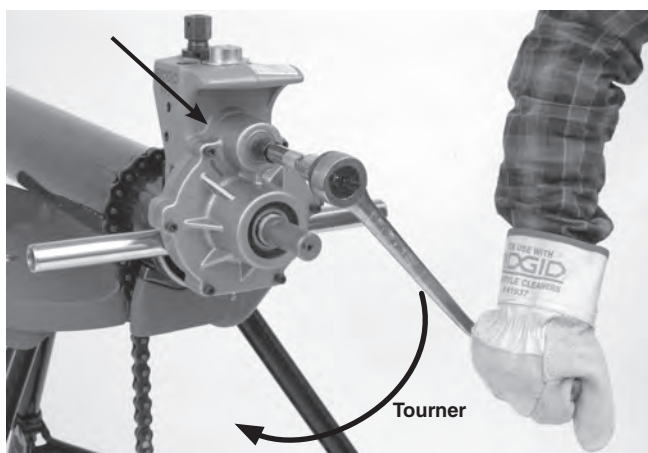

Figure 17 – Tourner la clé à cliquet en direction des flèches
5. Tournez la clé en sens horaire (vue depuis l'arrière de la rainureuse) suivant les flèches gravées au dos de la rainureuse (*Figure 17*). Lorsque la rainureuse tourne autour du tuyau, assurez-vous que son carter avant reste en contact avec l'extrémité du tuyau. Si la rainureuse commence à s'éloigner du tuyau, arrêtez de faire tourner la clé à cliquet pour éviter que la rainureuse se mette en spirale et tombe du tuyau. Les bras de soutien de la rainureuse peuvent être engagés pour aider à ramener le carter avant contre le tuyau. Au besoin, réinstallez la rainureuse sur le tuyau selon les indications de la rubrique *Montage de la rainureuse sur le tuyau*. Si l'extrémité du tuyau est déformée, il sera nécessaire de le tronçonner et de préparer une nouvelle rainure.